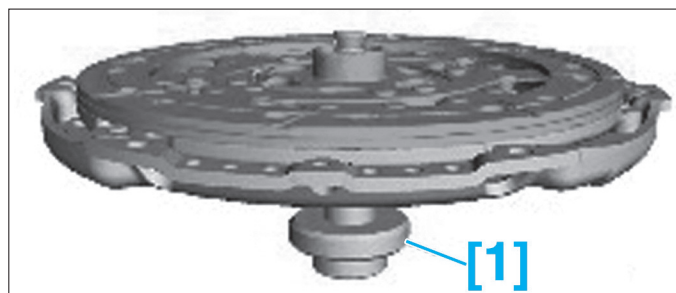

Fig. 1
[1]. Outil d'alignement de disque d'embrayage (ref. 308-204) (Fig.1).
- Positionner le disque sur le volant à l'aide d'un mandrin de centrage approprié ou centrer le disque sur le mécanisme à l'aide de l'outil [1] (Fig.1).